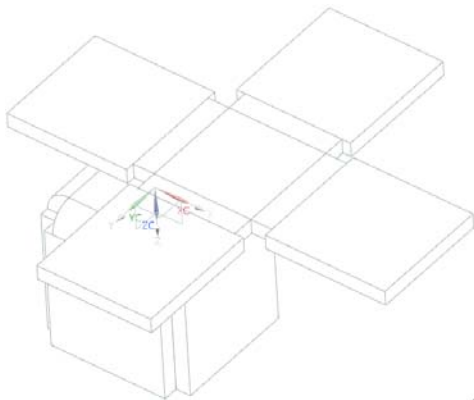

图 9-6 平板实体示意图
(4) 在“展平实体”对话框中单击  按钮，创建平板实体，如图 9-6 所示。